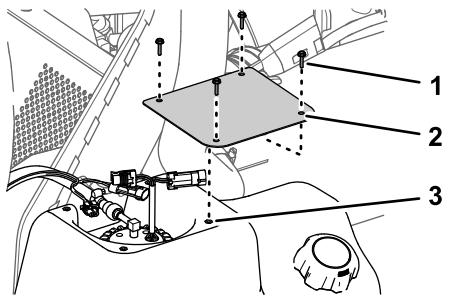

Figura 122
1. Monte la tapa en el depósito (Figura 122) con los 4 tornillos (N.º 10 x 3/4") que retiró en el paso 2 de Retirada de la tapa de la bomba de combustible (página 74).